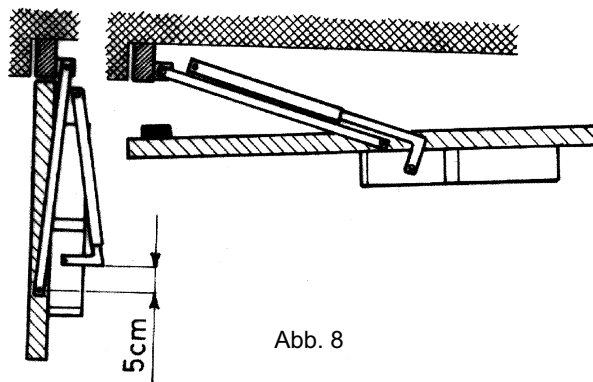

Abb. 8
- Den Halter 5 (Abb. 2) entweder auf dem Ausgleichsbalken oder am festen Rahmen befestigen. Wichtig ist jedoch, daß er in der Nähe des oberen Scharniers des Ausgleichsbalkens liegt (Abb. 8);
- Das Teilstück des Teleskopauslegers zu einem Winkel wie in Abb. 8 formen, damit bei maximaler Öffnung des Tores, die Teleskopausleger parallel verlaufen.